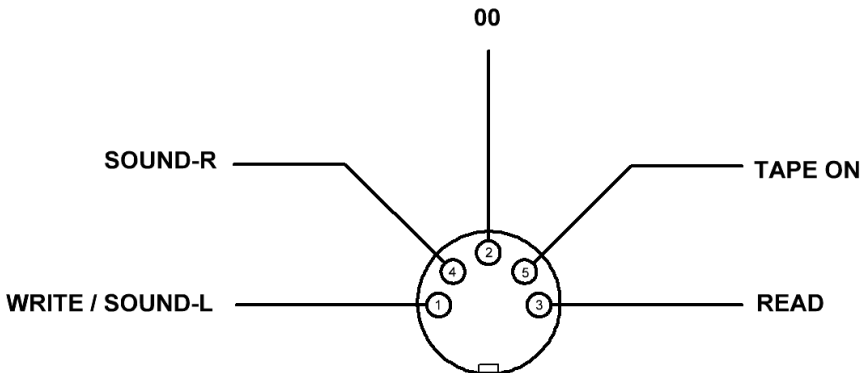

Bild 9: Anschlussbelegung der Diodenbuchse TAPE
- an der Diodenbuchse „TAPE“ (vgl. Bild 9 Seite 92), zweikanalig mit konstantem Pegel über einen Mono- oder Stereoverstärker oder auch über das Kassettengerät in Stellung „Aufnahme“ mit betätigter Pausen- oder Schnellstopp-taste (falls Ihr Kassettengerät eine Tonwiedergabe während der Aufnahme ermöglicht),